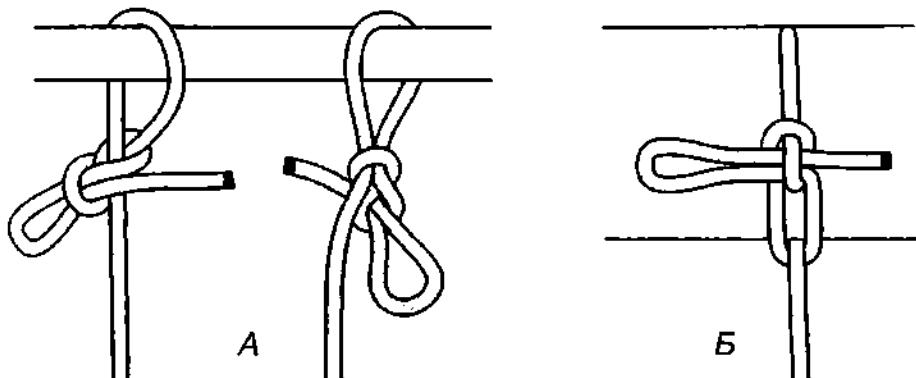

Рис. 551. *А* – эвенкийский узел; *Б* – вывернутый эвенкийский узел, завязанный на большой по диаметру опоре.
В основе эвенкского узла лежит быстроразвязывающаяся восьмёрка. Несмотря на свою неустойчивость, эвенкийский узел очень надёжный, когда он правильно связан и затянут (рис. 551 А). В Сибири коренные жители-оленеводы привязывают этим узлом оленей и делают это очень быстро, за пару секунд. Высокая скорость завязывания узла особенно важна при сильном морозе. Узел вяжется двумя руками.
**Сибирский штык** хорош тем, что его можно вязать и на тонких и на толстых опорах. При натяжении верёвки на толстых опорах **быстро развязывающаяся восьмёрка** может вывернуться и тогда петелька становится запертой в калышке. При других условиях калышка оказалась бы не стабильной и вывернулась бы снова, но в этом узле, будучи прижатой к опоре всей поверхностью, она остаётся устойчивой и способна выдержать немалую нагрузку, даже если она не постоянная (рис. 551 *Б*). Чем толще опора, тем надёжней узел. Петельку необходимо делать подлинней.